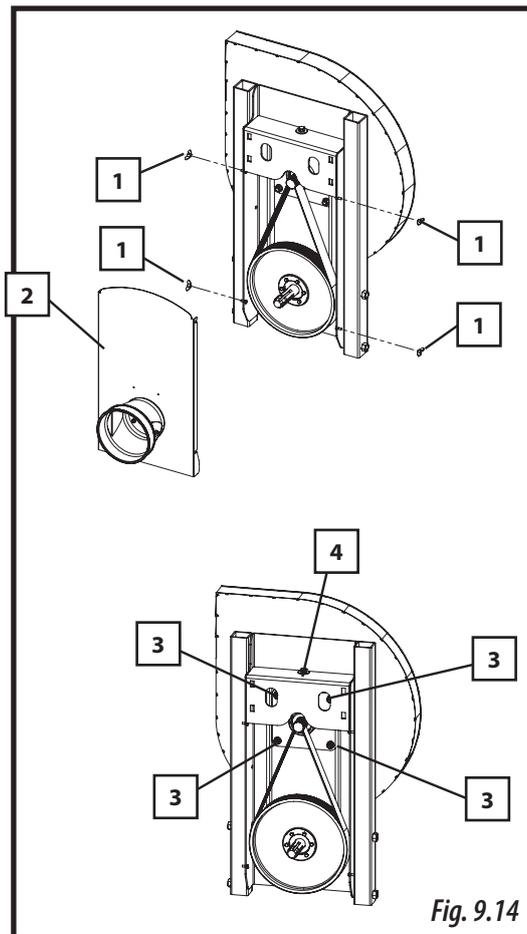

Fig. 9.14
- 1- Aflojar las tuercas mariposas (1, Fig 9.14.), Para extraer la tapa de la transmisión (2, Fig. 9.14).
- 2- Aflojar las cuatro tuercas del tensor (3, Fig. 9.14).
- 3- Actuar sobre el tornillo (4, Fig. 9.14) para tensar o destensar la correa.
- 4- Apretar las tuercas (3, Fig. 9.14) para fijar la posición de la polea
- 5- Colocar la tapa y apretar las tuercas mariposa (1, Fig 9.14).